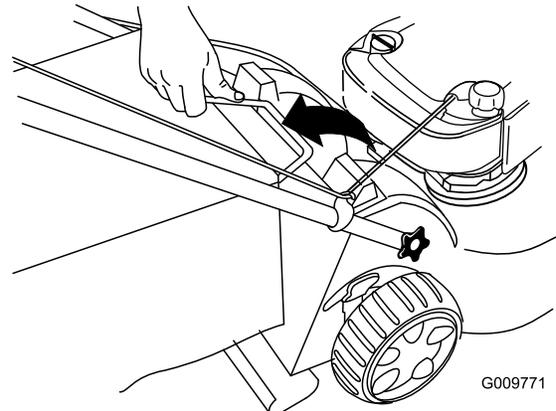

Figure 25
2. Soulevez le bac à herbe par la poignée pour le dégager des rainures en haut de la tondeuse, ce qui permettra de le retirer (Figure 25).